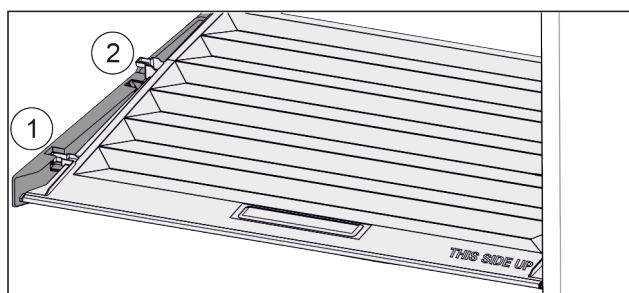

Fig. 108
- ▶ Pokrywę pociągnąć do przodu Fig. 108 (1), aż otworzy się w elementach trzymających.
- ▶ Podnieść tył od dołu i w wyjąć Fig. 108 (2) go do góry.